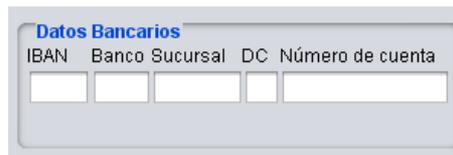

Fig. 127
- **Código del banco:** Código de la Entidad Financiera (Fig. 127).
- **Sucursal:** Código de la sucursal de la Entidad Financiera (Fig. 127).
- **Dígito de control:** Dígito de Control de la cuenta. Si es incorrecto, el sistema muestra un aviso (Fig. 127).
- **Nº de cuenta:** Código de la cuenta de cliente en la Entidad Financiera (Fig. 127).